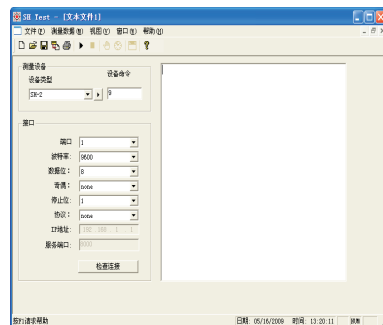

图 20
- K、若在新建对话框中选择文本文件则为导入推拉式力计存储的数据，然后在设备类型中选择相对应的型号，在端口中选择电脑相应串口；点击开始按钮  打开串口，再按推拉式力计上的“打印”键，则推拉式力计的存储数据将传入电脑中（图20）。